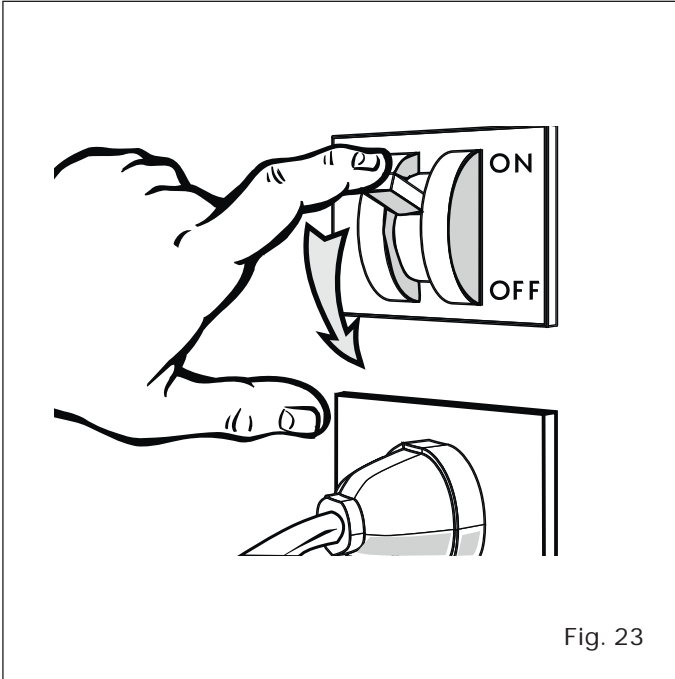

Fig. 23
- Retirar a tensão elétrica ao balcão através do interruptor seccionador geral colocado na parede ("Fig. 23").